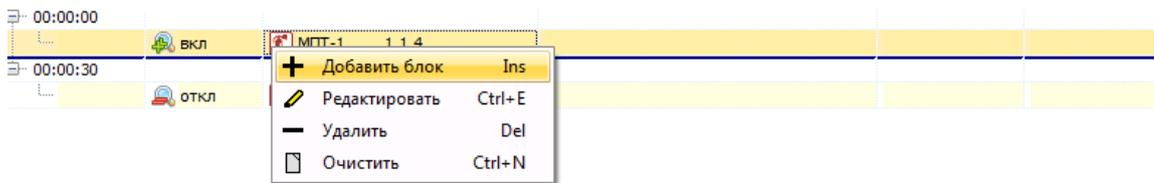

Рис. 36 Добавляем блок внутри блока слежения
- 4) затем добавить внутрь блока слежения исполнительный блок с условием, для этого необходимо выделить строку **вкл. Слежение за МПТ-1**, открыть контекстное меню и выбрать команду **Добавить блок** (Рис. 36),